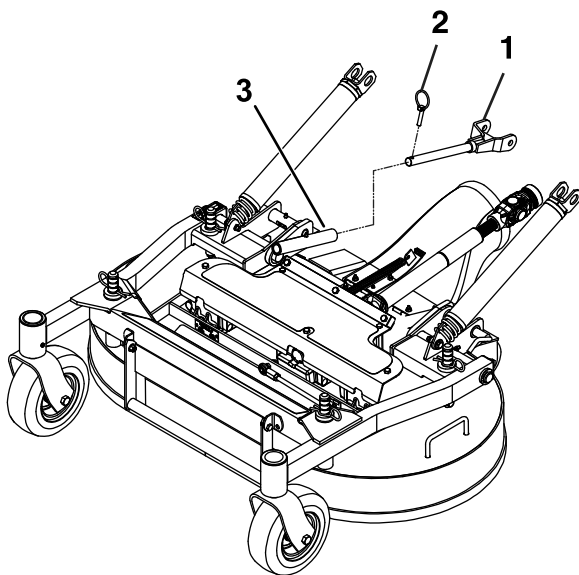

Bild 79
7. Entfernen Sie die Klapstecker vorne an den Schubarmen an beiden Seiten der Maschine (Bild 79).
7. Befestigen Sie die Schubarme mit den Klappsteckern an der linken und rechten Seite der Maschine (Bild 79).